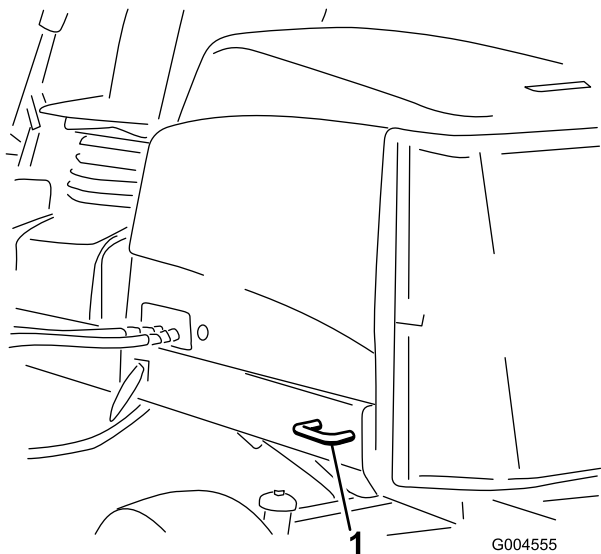

Figure 56
- **Arrière de la machine** – chaque côté de la machine sur le cadre arrière (Figure 56)